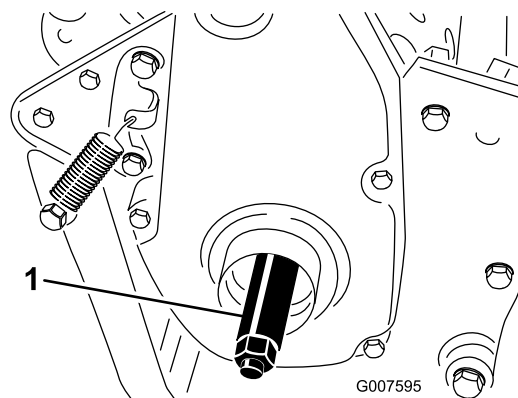

Figure 8
- Vissez l'arbre de la roue droite sur la poulie d'entraînement du côté droit de la machine (Figure 8).